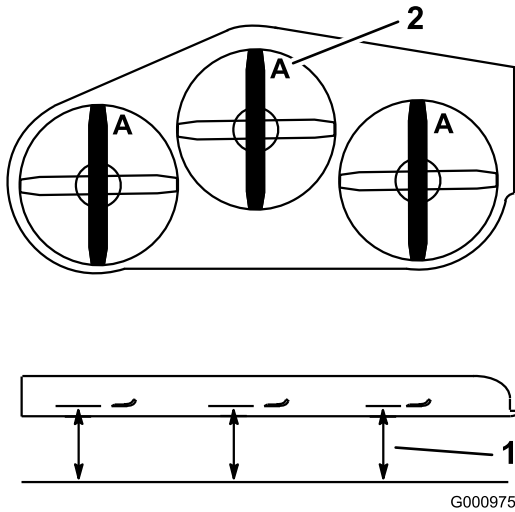
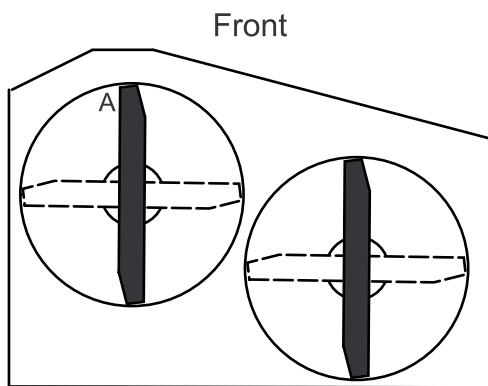

Figure 70
Figure 71
3. Placez la machine sur une surface plane, et tournez une lame dans le sens longitudinal. Mesurez au point A et entre la surface plane et le bord coupant des pointes des lames (Figure 70) Pour les tabliers de coupe de 36 pouces, reportez-vous à la Figure 71.